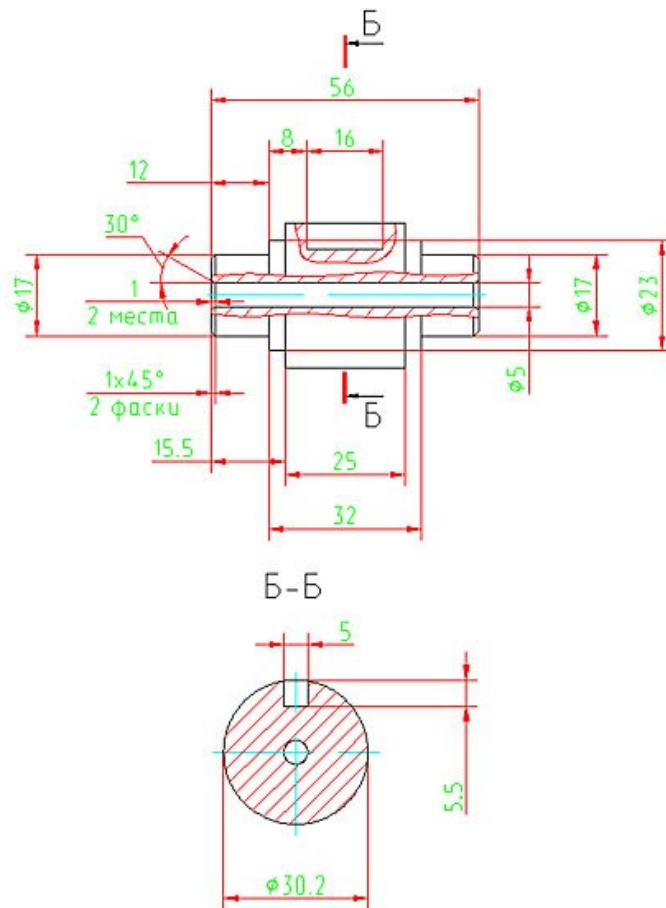

Рис. 1. Чертеж детали Валик (AutoCAD)
1. В качестве примера взятAutodesk Inventor. Чертеж детали "Валик" (рис. 1).